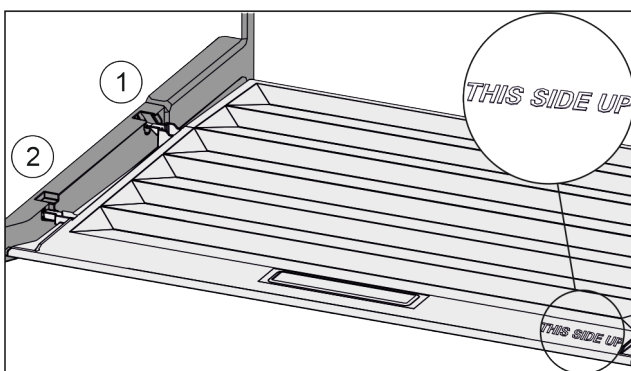

Fig. 95
- ▶ Introduire les rainures du couvercle par l'orifice du support arrière Fig. 95 (1) et les enclencher à l'avant dans le support Fig. 95 (2).